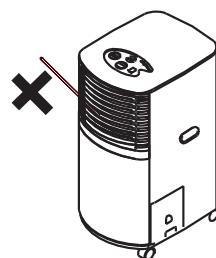

fig. 2
- Non coprire o bloccare le griglie di protezione che coprono le aperture di aerazione dell'apparecchio (fig. 2).